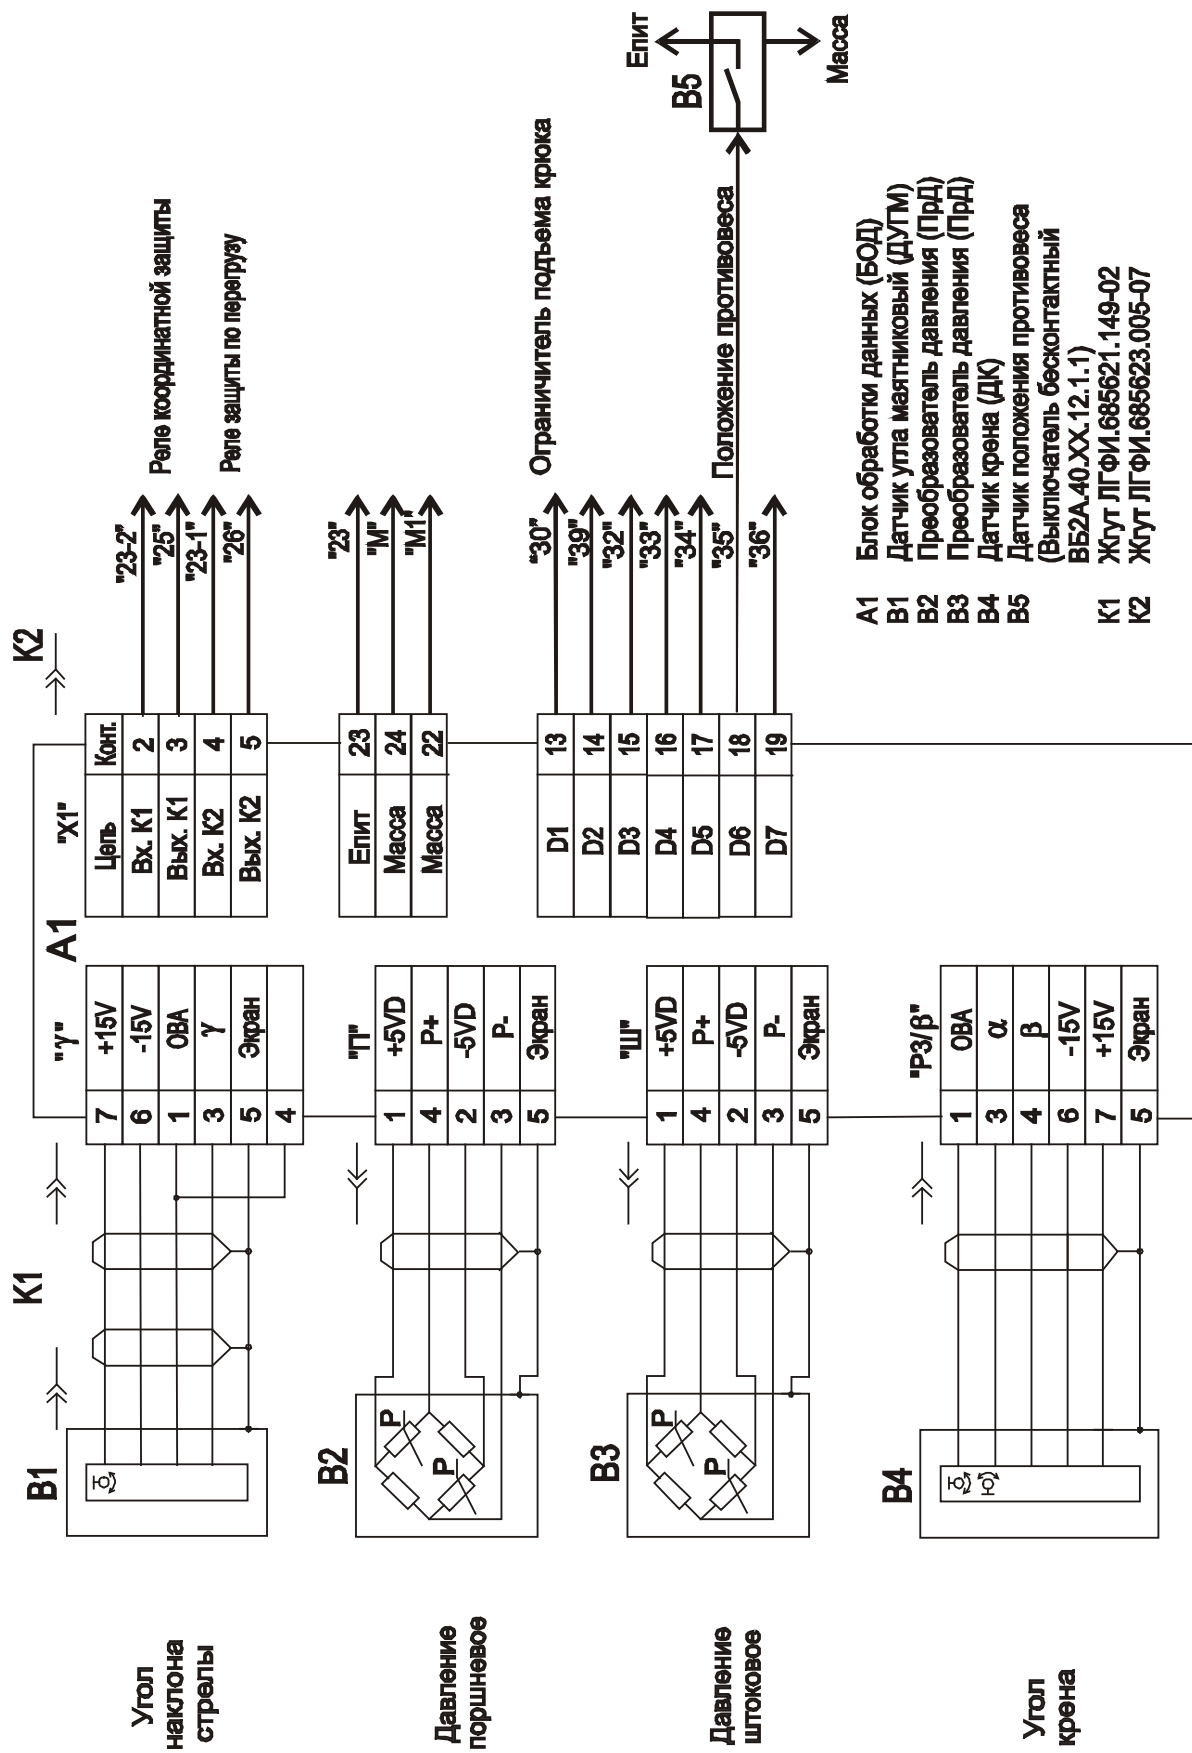

Рисунок 2 - Схема подключения составных частей ОНК-140-72 на кране
1.4.2 ОНК подключается к системе управления крана (см. рисунок 2) посредством разъемов: через разъем X1 БОД проходят цепи управления исполнительными механизмами, цепи питания изделия, сигналы с концевых выключателей, связанных с ручками управления крана; датчики подключаются к прибору через индивидуальные разъемы.